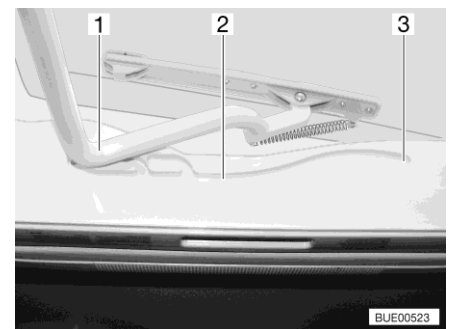

Fig. 87 Glissière (lanterneau Heki)
- Tirer l'étrier (Fig. 87,1) dans les glissières (Fig. 87,2) jusqu'à la position la plus reculée (Fig. 87,3).
- Pousser l'étrier (Fig. 87,1) légèrement vers le haut avec les deux mains.
- Tirer l'étrier dans les glissières (Fig. 87,2) jusqu'à la position souhaitée.